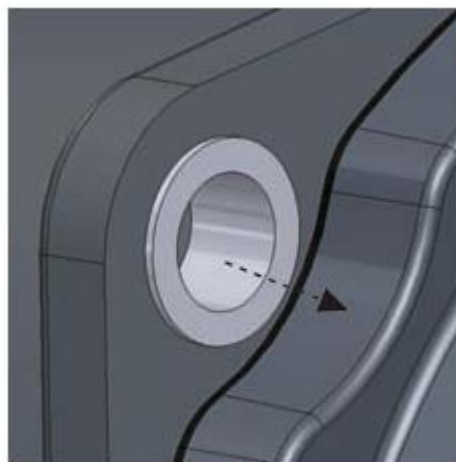

Figura 94. Estrazione della boccola
1. Estrarre la boccola vecchia dal suo alloggiamento (figura 94).